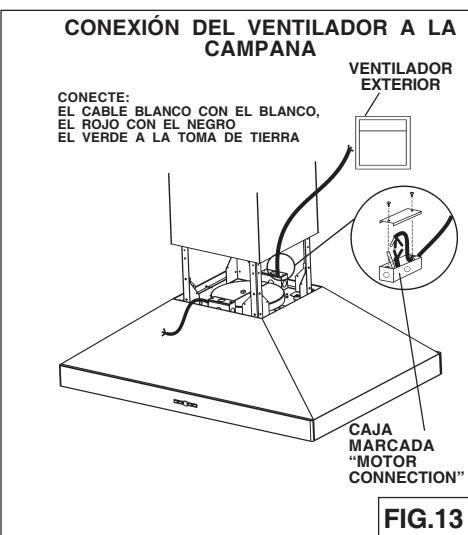

FIG.13
1. Pase un cable doble y una toma de tierra del ventilador exterior o "In-Line" hacia la caja de cables de la campana señalada "motor connection" (Fig.13)